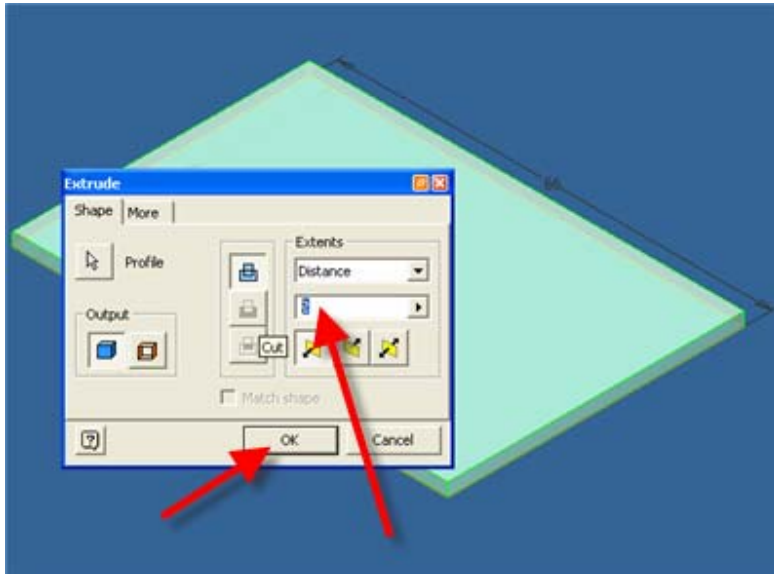

**Figura 3**
Passo 4: Extrude o retângulo de medidas (66mm x 45mm) com altura de 2 milímetros usando o Finish Sketch (figura 3) e selecionando o comando extrude (figura 4).